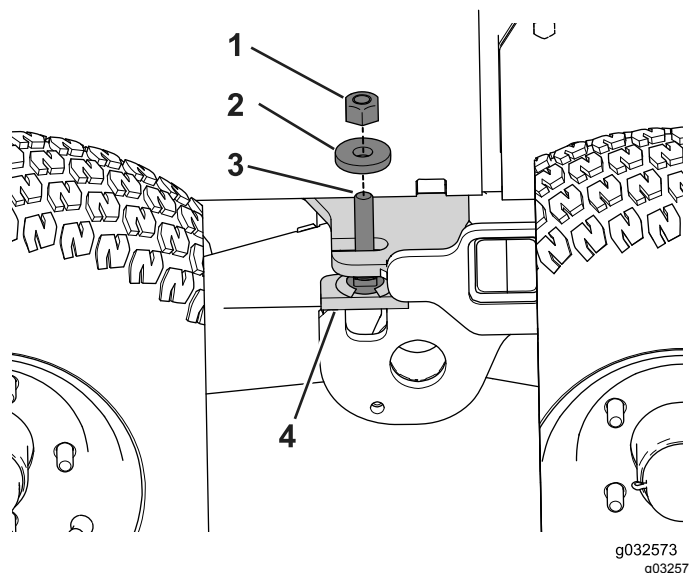

Bild 91
10. Bringen Sie die Sicherungsmutter und Scheibe am Gewindebolzen am Drehgestellanschlag an (**Bild 91**).